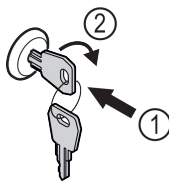

Fig. 180
- ▶ Sæt nøglen i. Fig. 180 (1)
- ▶ Drej nøglen 90° med uret. Fig. 180 (2)